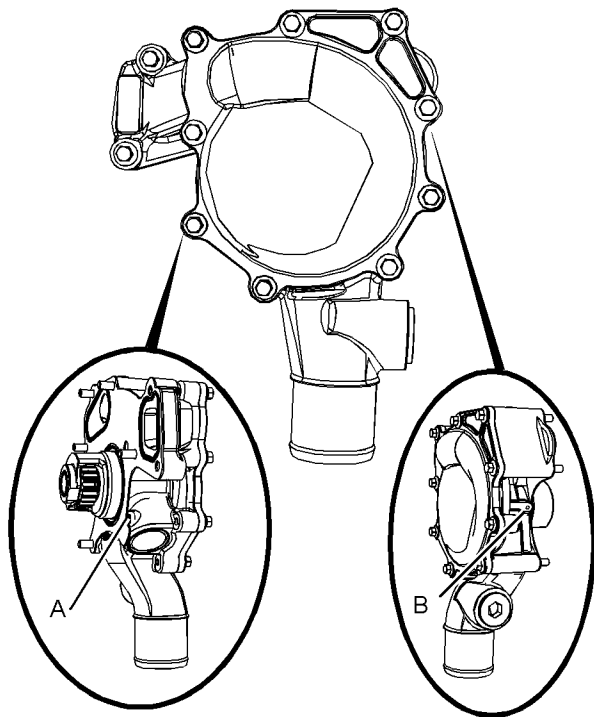

Ilustración 104
**Nota:** El refrigerante en el sistema de enfriamiento lubrica los sellos de la bomba de agua. Es normal que se presenten fugas en pequeñas cantidades. Consulte en la Ilustración 104 la posición del orificio de drenaje y del orificio de descarga.